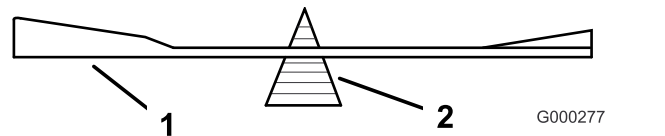
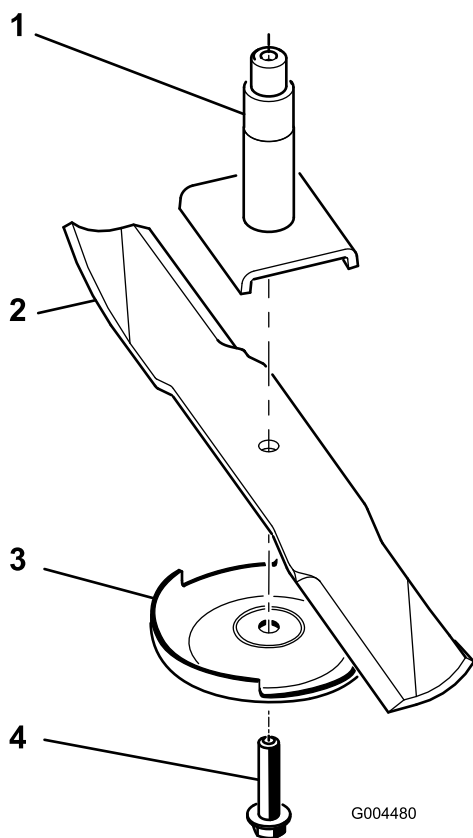

Figura 24
Figura 25
4. Retire ao parafuso da lâmina, a placa antidano e a lâmina do veio do eixo; consulte Figura 25 em Instalação das lâminas (página 20).
2. Verifique o equilíbrio da lâmina colocando-a num equilibrador de lâminas (Figura 24). Se a lâmina ficar na horizontal é porque está equilibrada e pode ser utilizada. Se lâmina não estiver equilibrada, lime algum metal da extremidade da aba apenas (Figura 25). Repita este procedimento até a lâmina estar equilibrada.
1. Instale a lâmina no eixo (Figura 25).
2. Instale a placa antidanos e o parafuso da lâmina (Figura 25).